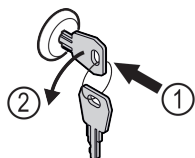

Fig. 124
- ▶ Вставьте ключ. Fig. 124 (1)
- ▶ Поверните ключ на 90° против часовой стрелки. Fig. 124 (2)